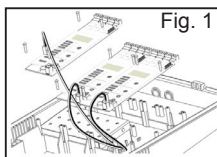

Fig. 1
2. Démontez tous les modules du système en retirant les 4 vis de chaque module et en débranchant le connecteur raccordé au connecteur JP14 (fig. 1).